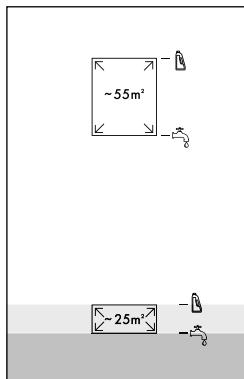

Fig. 8
- ◆ Para limpiar superficies pequeñas  (hasta 25 m2), llene con agua corriente o agua destilada hasta la primera marca de llenado  el depósito de agua limpia ⑪ (consulte la fig. 8).
- ◆ Para limpiar superficies pequeñas  (hasta 25 m2), llene con un producto de limpieza hasta la segunda marca de llenado  el depósito de agua limpia ⑪ (consulte la fig. 8).